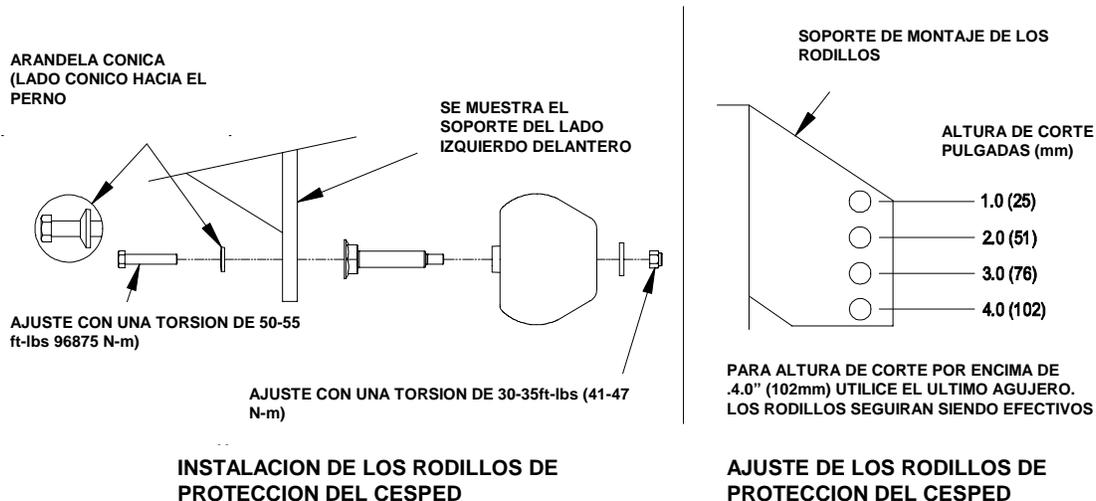

FIGURA 6
- Ajuste los rodillos para Condiciones Normales de Operación. Ubique los rodillos en una de las posiciones mostradas en la Figura 6. Los rodillos mantendrán un espacio libre de 3/4 de pulgada (19 mm) con el piso, para minimizar el roce con el césped y daños y desgaste en los rodillos.